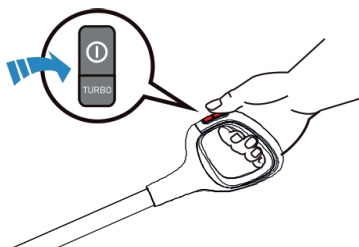

Fig. 11
- El botón de encendido/apagado del aparato se encuentra en la parte superior del mango, como se muestra en la Fig. 11. Presione el botón para iniciar. De manera predeterminada, el modo de funcionamiento normal (baja potencia) se selecciona al iniciar el aparato.